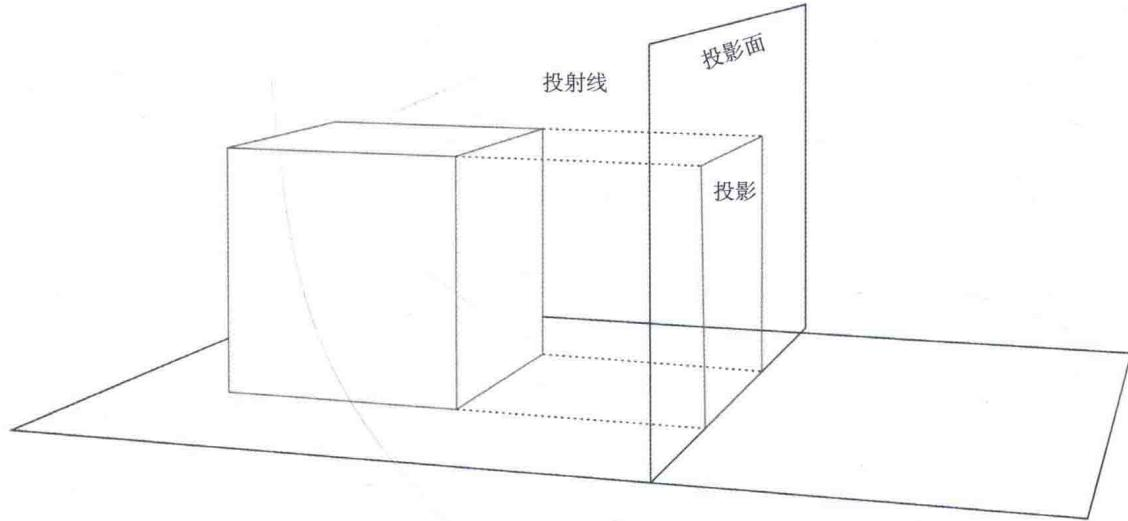

图2-1-1 物体在投影面上的投影
2. **平行投影：**当投射线是相互平行的，在投影面上得到投影，就是平行投影。三视图就是用平行投影法描绘的，如图2-1-1所示。